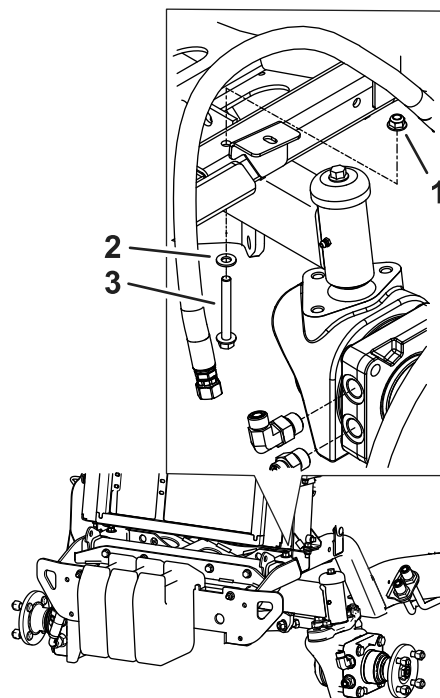

Figura 6
10. Remova a porca e parafuso existentes sob o radiador que prendem o suporte do para-choques (Figura 6).